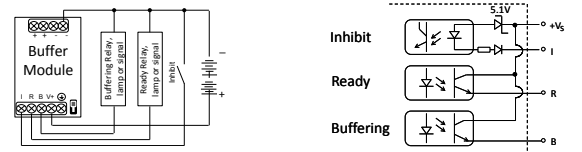

Figure 5
6. Hinweise für typische Anwendungen (Abb. 5)